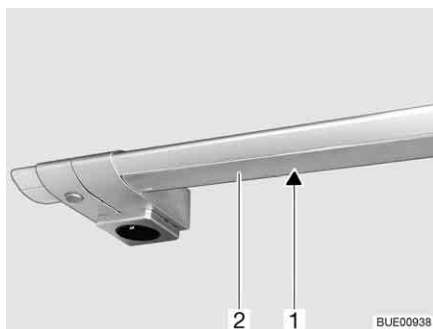

Fig. 242 Eclairage de la cuisine
- Exercer une légère pression sur le couvercle (Fig. 242,2) avec les deux mains et le tirer vers le bas. Commencer toujours à tirer l'extrémité gauche ou l'extrémité droite.
- Retirer l'ampoule halogène (Fig. 242,1).